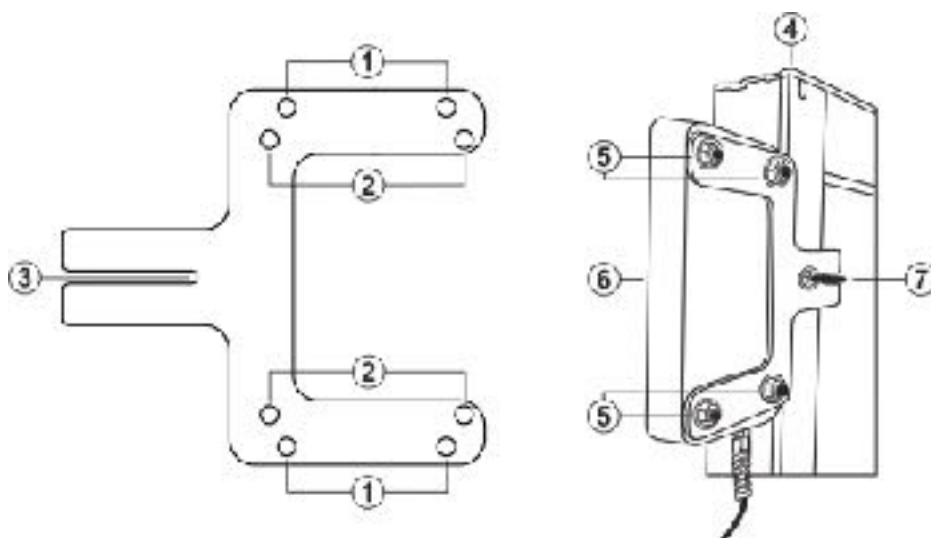

Fig. 2 Installation de l'accessoire sur châssis modules photovoltaïques
1. Fixer l'étrier fourni (voir Fig.2 – partie gauche) en position centrale par rapport à l'axe des modules photovoltaïques (voir Fig.2 – partie droite). L'étrier dispose d'un système de fixation à vis compatible avec les trous présents sur la partie arrière du châssis des modules photovoltaïques (voir Fig.2 – partie 3)